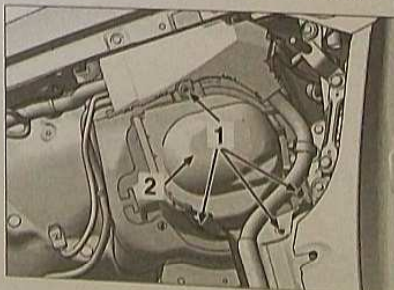

FIG. 7
- dégager la grille d'avant des enjoliveurs de pare-brise (3).
- déclipser la grille d'avant (4) suivant (A) et la déposer (4).
Déposer les fixations (1) et le cache (2) (Fig.7).